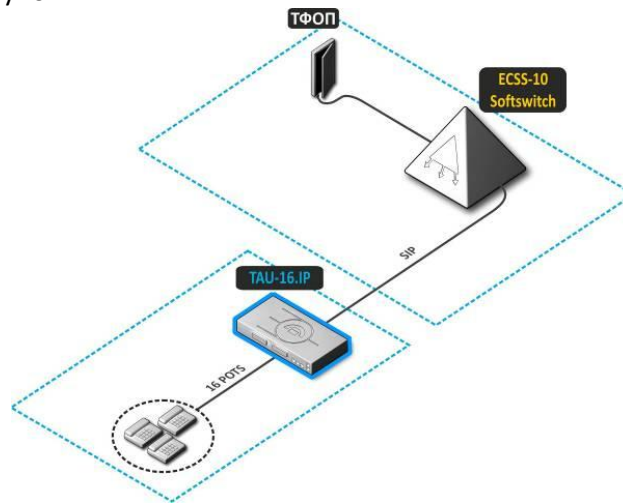

Рисунок 1 – Абонентский вынос на примере TAU-16.IP
**Абонентский вынос.** В этом случае устройство выполняет функции шлюза доступа в IP-сеть для аналоговых абонентов, рисунок 1.